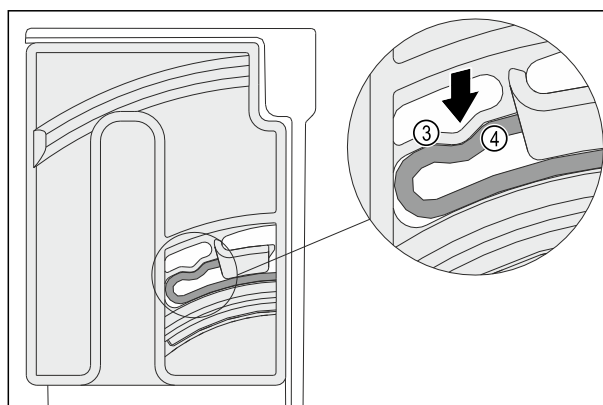

Fig. 97
- Elastisch element Fig. 97 (3) van de draai-eenheid vergrendelt hoorbaar in de ronde vorm van de rib Fig. 97 (4).